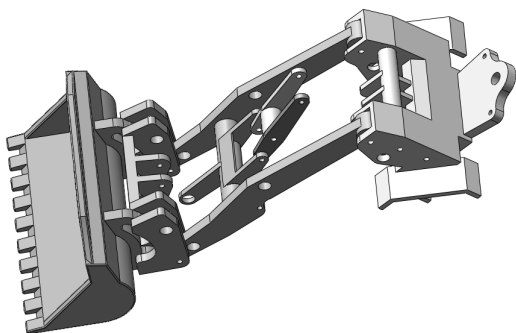

图 13-92 旋转结果 1
7) 添加装配关系。选择菜单栏中的“插入”→“配合”命令，或单击“装配体”控制面板中的（配合）按钮，系统弹出“配合”属性管理器，如图 13-89 所示。选择图 13-90 所示的配合面，在“配合”属性管理器中单击（重合）按钮，添加“重合”关系，单击（确定）按钮。选择图 13-91 所示的配合面，在“配合”属性管理器中单击（同轴心）按钮，添加“同轴心”关系，单击（确定）按钮，拖动零件旋转到适当位置，如图 13-92 所示。